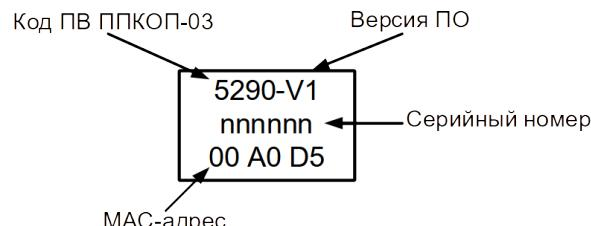

Рисунок 4 – Шильдик на плате ПВ ППКОП-03
- Поле «**МАС адрес**» содержит уникальный трехбайтовый код, который присваивается ПВ ППКОП-03 на этапе производства. Значение MAC-адреса указано на шильдике, который приклеен на лицевой стороне платы (см. рисунок 4).